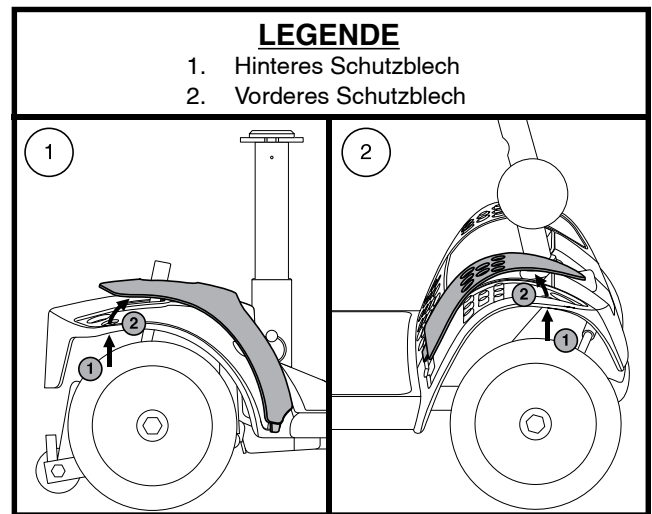

Abb. 16. Schutzblech
2. Drücken Sie durch diese Löcher, um das jeweilige Teil von dem Elektromobil zu lösen. **Siehe Abb. 16.**
HINWEIS: Überzeugen Sie sich beim Einbau des vorderen Schutzbleches davon, dass die Lasche am unteren Ende der Blende in die entsprechende Öffnung passt, bevor Sie die Blende eindrücken und sichern. **Siehe Abb. 16.**